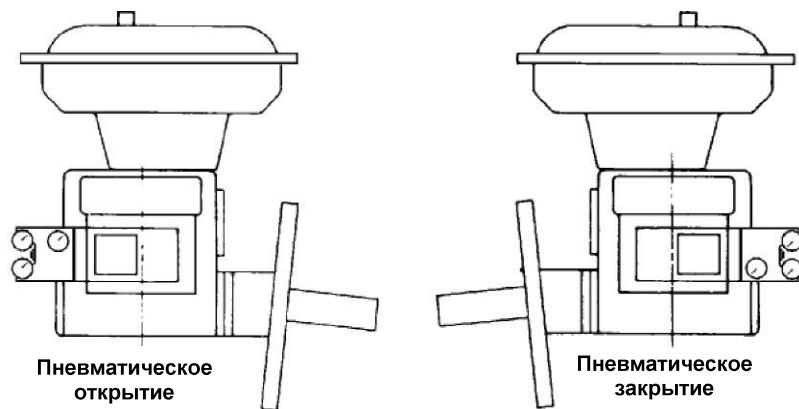
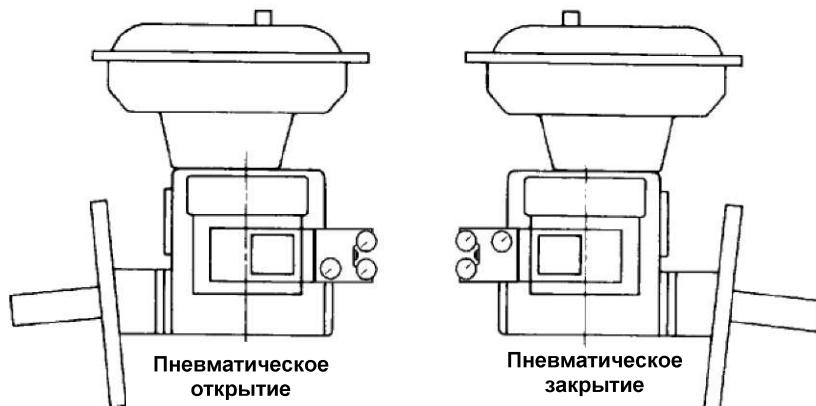

Рисунок 9 Ball II и MiniTork II
Рисунок 10 Высокопроизводительный двухстворчатый клапан
Позиционер монтируется на промежуточной планке (171) двумя винтами (29) стопорными шайбами (30) с датчиками рядом с исполнительным механизмом на Camflex и Varimax (рис. 8) и с датчиками, удаленными от исполнительного механизма на Ball II (рис. 9), MiniTork II (рис. 9) и HPBV (рис. 10). Промежуточная монтажная планка (171) крепиться двумя винтами с плоской головкой (172) к кронштейну.